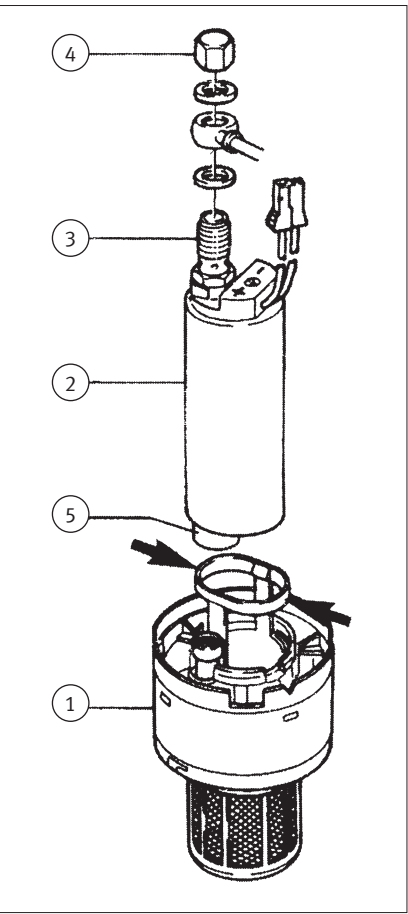

Abb. 4/ Fig. 4/ Puc. 4/图4
- Only for type A: Squeeze release areas (arrows, Fig. 4) on the accumulation housing upper part and remove pump (2).
- Insert new pump into the upper part of the accumulation housing. The connecting piece (5, fig. 4) at the lower side of the pump that is offset must snap into the hole in the upper part of the accumulation housing.
- Tightening torque of the cap nut (4, fig. 4): 13 to 16 Nm. At the same time hold against the valve connection piece (3, fig. 4).
Pompe à carburant dans le demi-corps supérieur, voir aussi fig. 4.
Si la pompe à carburant est remplacée par une pompe à carburant Pierburg, un autre demi-corps supérieur selon (1, fig. 4) de Audi est nécessaire.
- Uniquement sur la variante A: Comprimer la bague de déverrouillage (flèche, fig. 4) du demi-corps supérieur et extraire la pompe (2).
- Utiliser des nouvelles bagues d'étanchéité. Couple de serrage de l'écrou borgne (4, Fig. 4) : 13 – 16 Nm. Pour ce faire maintenir le raccord du clapet (3, Fig. 4).
Топливный насос Pierburg в верхней части емкостного корпуса, см. также рис. 4.
В случае замены этого топливного насоса топливным насосом Pierburg требуется другая верхняя часть емкостного корпуса марки Audi, см. (1) на рис. 4.
- Повернуть влево приibl. на 15° верхнюю часть емкостного корпуса (1, рис. 4) вместе с топливным насосом и вынуть ее из емкостного корпуса в баке; при необходимости использовать специальный инструмент (№ для заказа 4.07360.22.0).
- Только для исполнения А: сжать деблокирующие поверхности (стрелки, рис. 4) на верхней части емкостного корпуса и вынуть насос (2).
- Установить новый насос в верхнюю часть емкостного корпуса. Смещенный относительно центра патрубок (5, рис. 4) на нижней стороне насоса должен зафиксироваться в отверстии верхней части емкостного корпуса.